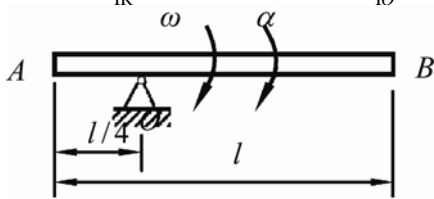

图 2-7
7. 质量为 m 长为 l 的均质杆，可绕 O 轴转动。图 2-7 示瞬时其角速度为 ω ，角加速度为 α 。则该均质杆的动量 $p = \underline{\hspace{2cm}}$ ，动量矩 $L_O = \underline{\hspace{2cm}}$ ，动能 $T = \underline{\hspace{2cm}}$ ，惯性力系向 O 点的简化结果为：主矢 $F_{IR} = \underline{\hspace{2cm}}$ ，主矩 $M_{IO} = \underline{\hspace{2cm}}$ 。